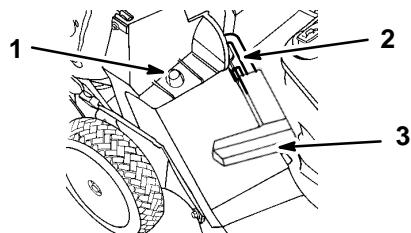

Abbildung 12
2. Darauf achten, daß der Griff der Auswurfkanaltür ganz vorne steht und der Stift in der Sperre sitzt (Abb. 12).
3. MONTAGE DES KORBES — Das Loch im Korbrahmen auf den Haltepfosten am Auswurfkanal schieben (Abb. 12). Die Hinterseite des Korbrahmens auf die Haltestange setzen.
- LEEREN DES KORBS — Motor abstellen und warten, bis alle Teile stillstehen. Den Griff der Auswurfkanaltür anheben und nach vorne bewegen, um den Verriegelungsstift in der Sperre einzurasten (Abb. 12). Die Griffe vorne und hinten am Korb greifen und den Korb vom Rasenmäher herunterheben. Den Korb langsam nach vorne kippen, um die Grasreste herauszuschütteln.